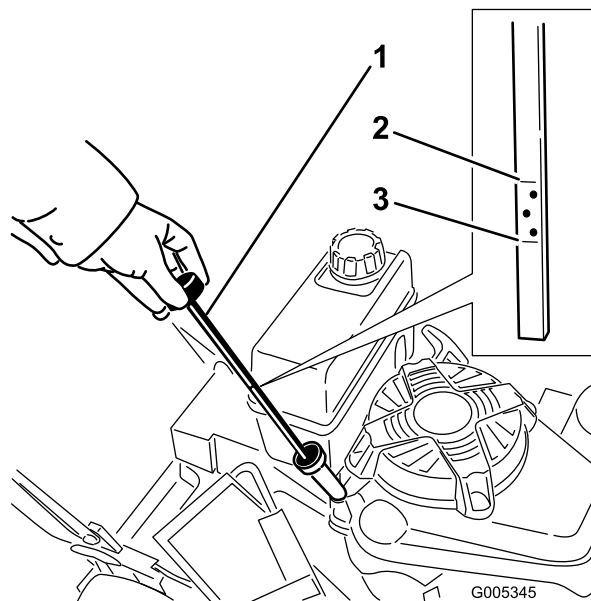

Figure 10
Avant chaque utilisation, vérifiez que le niveau d'huile arrive entre les repères maximum (Full) et minimum (Add) de la jauge (Figure 10).
2. Nettoyez la surface autour du bouchon de remplissage (Figure 10).
6. Sortez de nouveau la jauge et vérifiez le niveau d'huile (Figure 10).